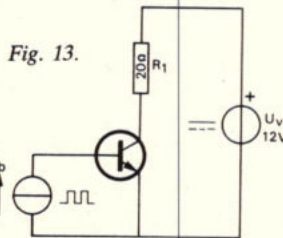
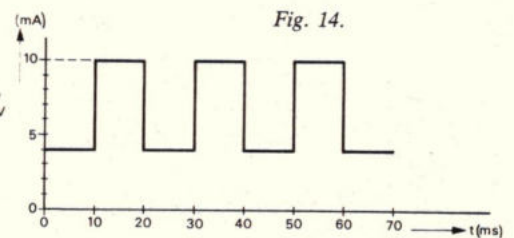

Fig. 13.
Fig. 14.
5. Van de transistor in fig. 13 is gegeven  $\alpha_E = 50$ .  $i_b$  is een periodiek verlopende stroom, waarvan het verloop is voorgesteld in fig. 14.